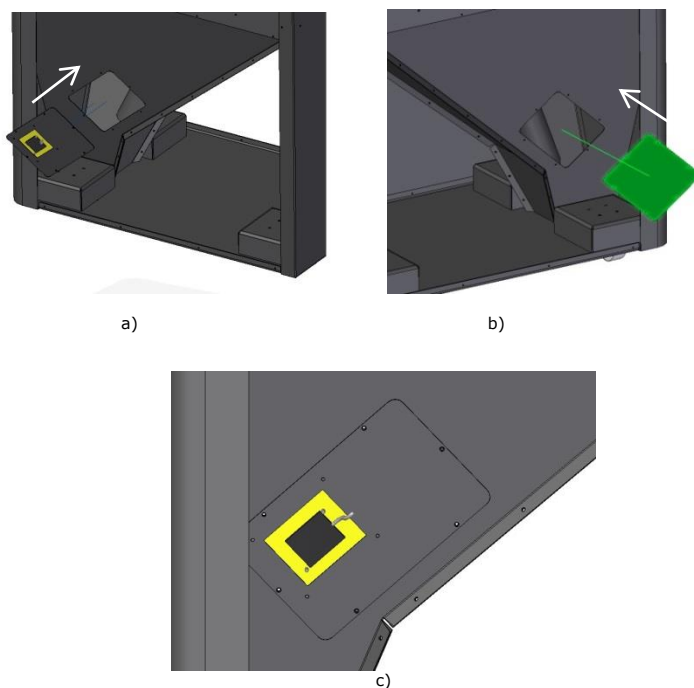

Figura 25 - Posizionamento del sensore di livello del pellet nel silo (installazione del silo a sinistra della caldaia)
- infine, montare i due elementi sulla parte inferiore del silo. Posizionare l'elemento con il sensore sul lato destro del silo e l'elemento senza sensore sul lato sinistro. Il sensore dovrà essere collocato come indicato nella Figura 25-c.